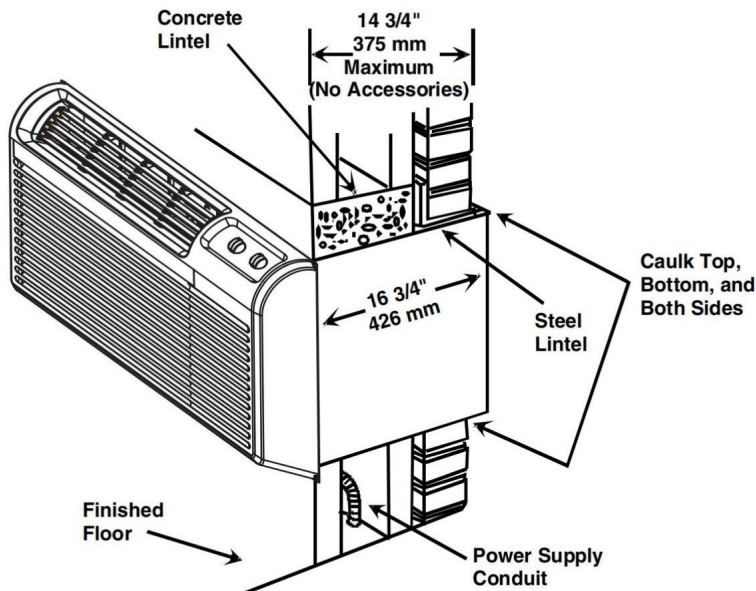

Figura 6
8. Después de la instalación, agregue material de sellado y material de aislamiento a las grietas alrededor de la manga, que se pueden agregar usando un destornillador plano o una espátula. Consulte la Figura 6 para ver un ejemplo de construcción.